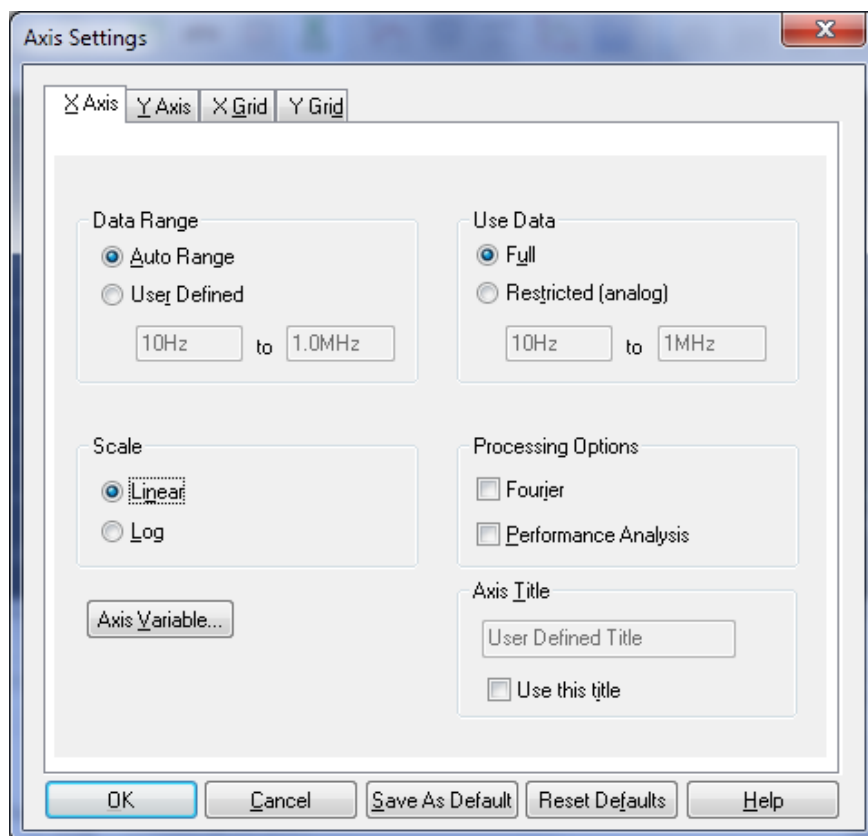

Рисунок 5.5 – Вікно *Axis Settings* з налаштуваннями для лінійного масштабування осі координат X
Для графічного зображення вказаної вами величини програма *PSpice A/D* автоматично вибрала найбільш відповідне масштабування осі частоти – логарифмічне. Для діаграми цієї ж частотної характеристики можна задати і лінійне масштабування (рис. 5.5).
12. Викличте з меню *Plot* вікно *Axis Settings* і відмітьте в цьому вікні під заголовком *Scale* (Масштаб) опцію *Linear* (Лінійний) (рис. 5.5).
Перш ніж приступати до логарифмічного масштабування осі координат Y , пам'ятайте про те, що логарифм від нуля є мінус нескінченність. Якщо в ході попереднього налаштування параметрів аналізу ви провели б моделювання при початковій частоті (поле *Start Frequency*) не 10 (Гц), а 0 (Гц), то при логарифмічному масштабуванні осі програма *PSpice A/D* «зависла» б, обчислюючи логарифм від нуля, і вивела на екран повідомлення про помилку. Подібну помилку легко виправити – не проводячи нового моделювання, просто видалити частоту 0 (Гц) із зображеного частотного діапазону. Для цього необхідно у вікні *Axis Settings* (рис. 5.5) в розділі *Data Range* (Діапазон даних) відмітити опцію *User Defined* (Визначене користувачем) і потім ввести початкову частоту побудови діаграми у значення вище нуля (наприклад, 1 (Гц)).